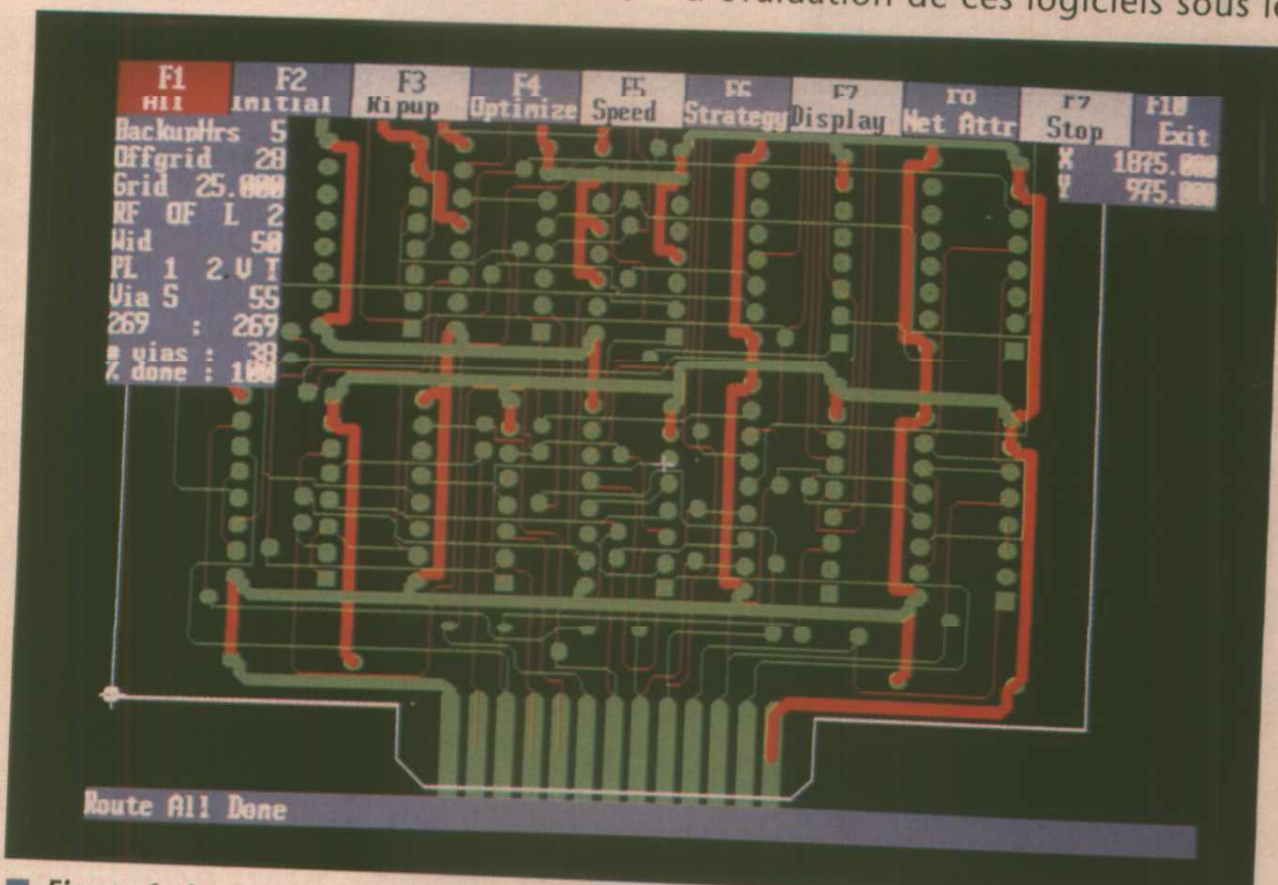

Figure 6 : La carte est terminée. Le routage, selon le type de machine et l'importance du circuit, peut prendre quelques heures.
■ Figure 6 : les connexions à faire selon le type de liaison.